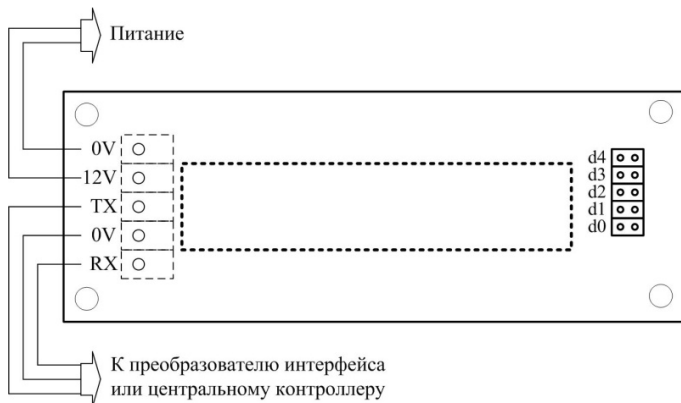

Рисунок 1. Схема подключения контроллера
2.1. Контроллер содержит следующие органы управления, клеммы и переключки (рисунок 1), доступ к которым возможен при снятии крышки корпуса.